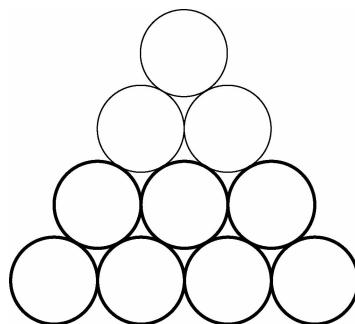

图 1-32 完成内部圆的绘制
(4)以此类推,完成第三排、第四排的圆,如图 1-32 所示。